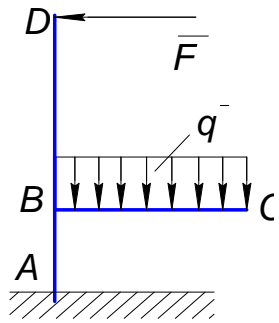
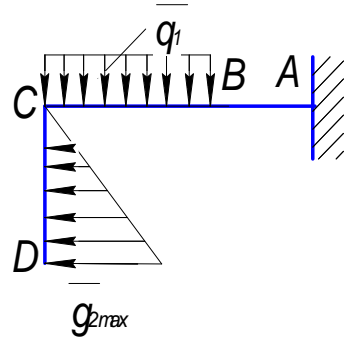

Рис.1.9.
Рис.1.10
1.15. Пользуясь теоремой о трех силах, определите направление реакции связей в точке А (рис.1.9, рис.1.10)